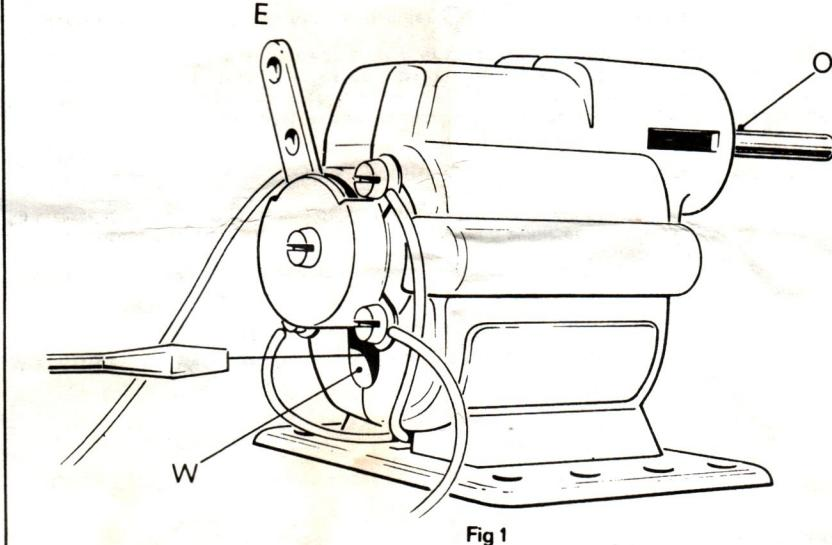

Fig 1
The motor is designed so that brushes can be replaced. Instructions for replacement of brushes are illustrated in figs. 1 and 2 on opposite page. (W) indicates access hole for screwdriver to brush assembly retaining screw. (Z) indicates recess in motor base for removal or replacement of brush assembly.
Le moteur est conçu de façon que les carbons puissent être changés: les instructions vous sont données sur les figures 1 et 2, au verso. La figure (W) montre comment vous pouvez accéder, avec un tournevis, à la vis de fixation des porte-carbons. La figure (Z) montre un renforcement de la base du moteur pour ôter ou changer les porte-carbons.
Motorn är så konstruerad att kolen lätt kan bytas ut. Hur man gör detta framgår av fig. 1 och 2 på motsatt sida. W visar hål för skruvmejsel att komma åt skruven som håller kollet. Z visar var man går in då man vill ta ur eller byta ut hållare med kol.
Oljas emellanåt vid punkt O, se fig. 1.